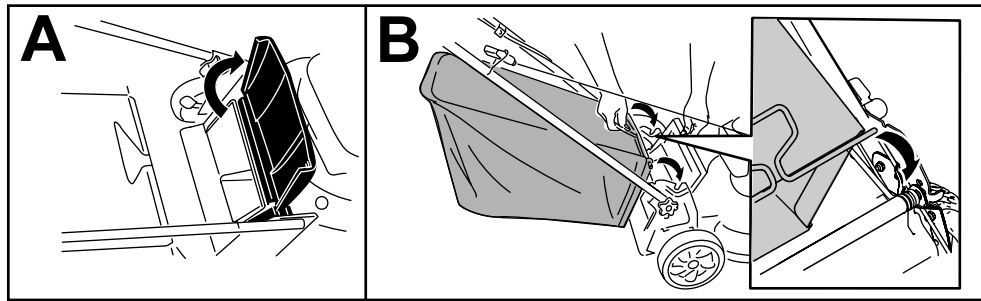

Figura 15
1. Faça subir e mantenha elevado o defletor traseiro (A da Figura 15).
2. Coloque o saco da relva. Garanta que os pinos no saco encaixam nos entalhes na pega (B da Figura 15).